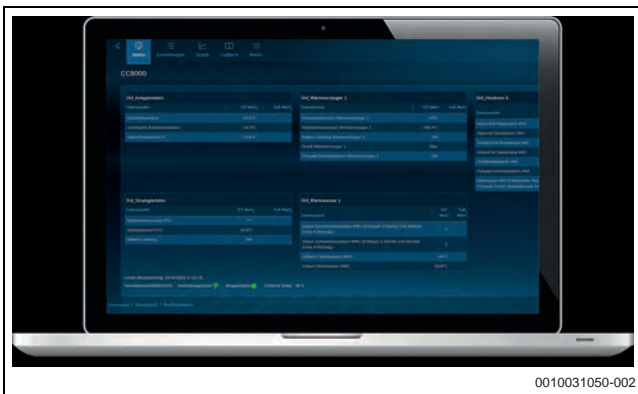

Bild 99 Control Center Commercial „Monitoring“: Übersicht Online-Daten (ohne zu „spiegeln“)
- **Online-Daten (Monitoring)**: Übersicht von auswählbaren Online-Daten, kein „spiegeln“ erforderlich, Aktualisierung alle 30 Sekunden (→ Bild 99).